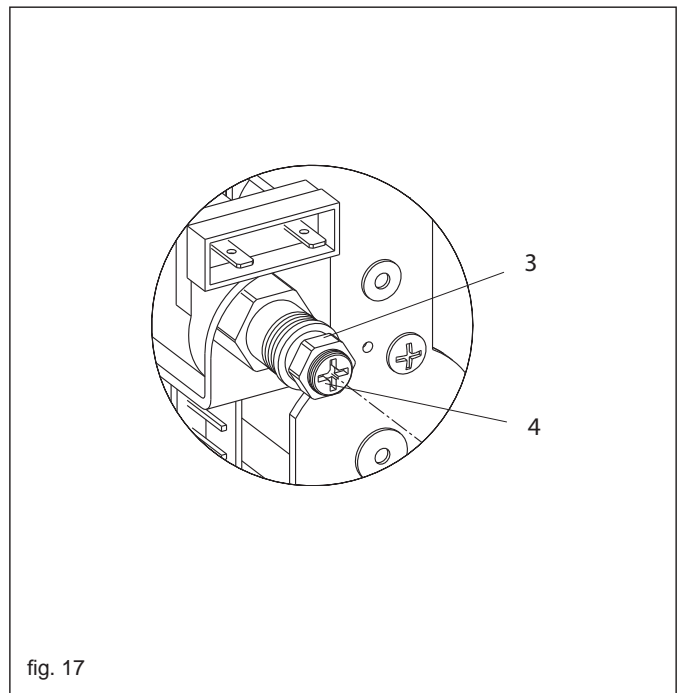

fig. 17
- d: avvitare il dado (3, fig. 17) fino ad ottenere il valore di pressione gas indicato in tabella
- f: avvitare e/o svitare la vite rossa di regolazione del minimo (4, fig. 17) fino ad ottenere il valore di pressione gas indicato in tabella
d: avvitare e/o svitare il dado (3, fig. 17) fino ad ottenere il valore di pressione gas indicato in tabella
f: avvitare e/o svitare la vite rossa di regolazione del minimo (4, fig. 17) fino ad ottenere il valore di pressione gas indicato in tabella
d: avvitare e/o svitare a fondo il dado (3, fig. 17) fino ad ottenere il valore di pressione gas indicato in tabella